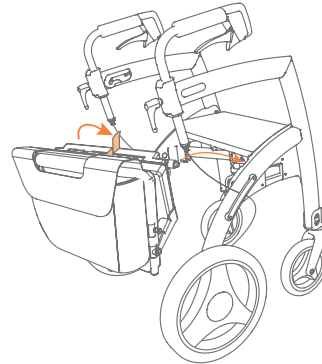

Abbildung 30: Anbringen der Rollstuhlpaket.
- a. Nehmen Sie das Rollz Motion Rollstuhlpaket und halten Sie die Tasche in Ihre Richtung **(Abbildung 30)**.